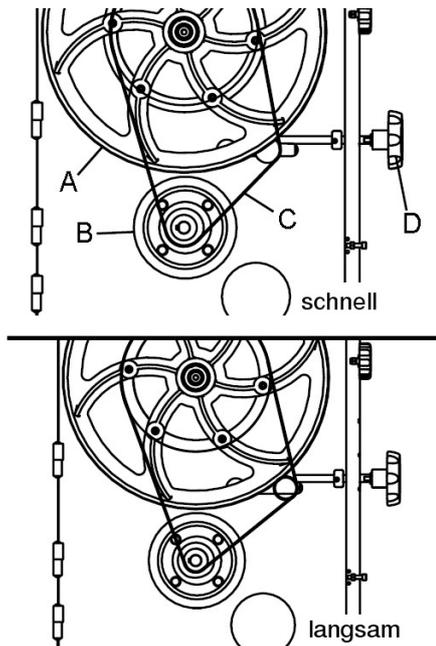

Abb. 17: Sägebandgeschwindigkeiten
Die Bandsäge hat eine hohe und eine niedrige Sägebandgeschwindigkeit. Am unteren Laufrad (Abb. 17; A)
Schritt 1: Durch Drehen am Handrad (Abb. 17; D) wird der Keilriemen (Abb. 17; C) entspannt.
Schritt 3: Spannen Sie anschließend den Keilriemen durch das Handrad (Abb. 17; D) wieder.